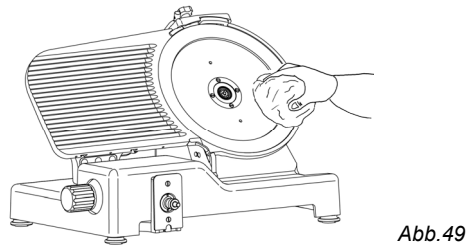

Abb. 49
Den Drehgriff des Abdeckungszugbolzens (3) lösen und die Messerabdeckung (2) abnehmen (Abb. 48). Nun kann das Schneideblatt gereinigt werden (Abb. 49).